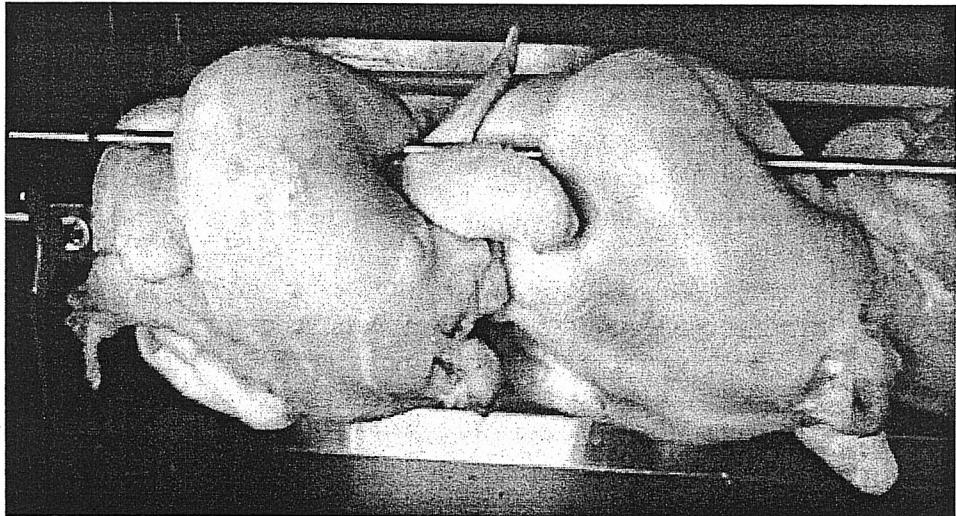

рис. 5
- 7.9. Перед началом работы, размороженные и предварительно приготовленные для жарки тушки цыплят (посоленные, перченые, промаринованные и т.д.) насадить на шампур. При этом центральная пика шампюра проходит через внутреннюю полость тушки, а внешние пики остаются снаружи. Крыльягигибают внешние пики и поджимаются самой тушкой. Ножки такжегибают внешние пики и заправляются за центральную. Каждая последующая тушка прижимает ножки предыдущей, а последняя тушка прижимается упорной муфтой шампюра (рис. 5).